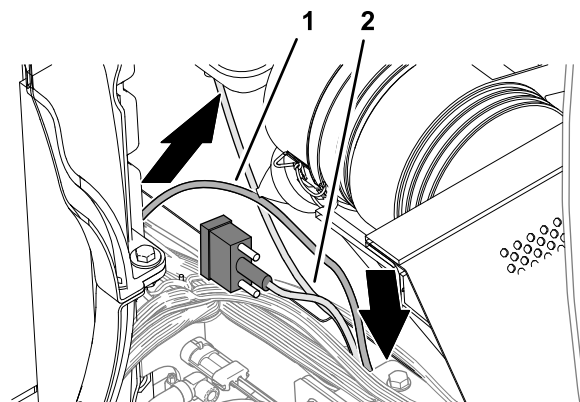

**Figura 68**
5. En la parte trasera del radiador, enrute el cable de datos del módem hacia arriba (Figura 68).